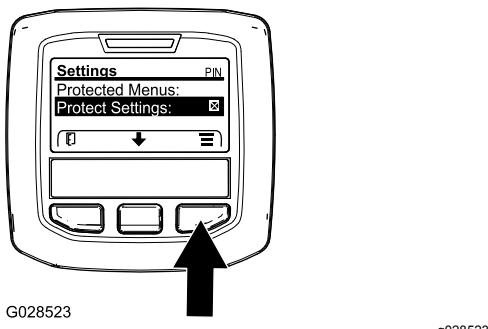

Figure 11
1. Dans le MENU PRINCIPAL, appuyez sur le bouton central pour naviguer jusqu'au menu RÉGLAGES, puis appuyez sur le bouton droit (Figure 11).